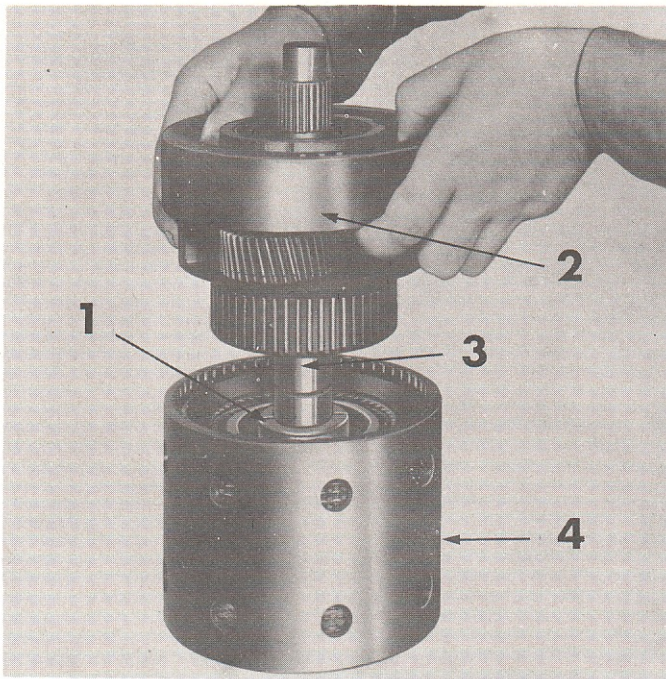

FIGURE 61 : Pose du porte-satellites "C" dans l'embrayage 2 — 1 = Rondelle de butée, 2 = Porte-satellites "C", 3 = Arbre principal, 4 = Carter d'embrayage 2.
24. Introduire dans le porte-satellites "C" la rondelle de butée du planétaire "C" sur le porte-satellites, de telle façon qu'elle se trouve au-dessous des satellites. Poser le porte-satellites "C" sur l'extrémité de l'arbre principal, de la manière représentée Figure 61. Aligner les cannelures du porte-satellites "C" avec l'embrayage, en faisant tourner le porte-satellites dans les deux sens jusqu'à ce qu'il tombe dans l'embrayage.